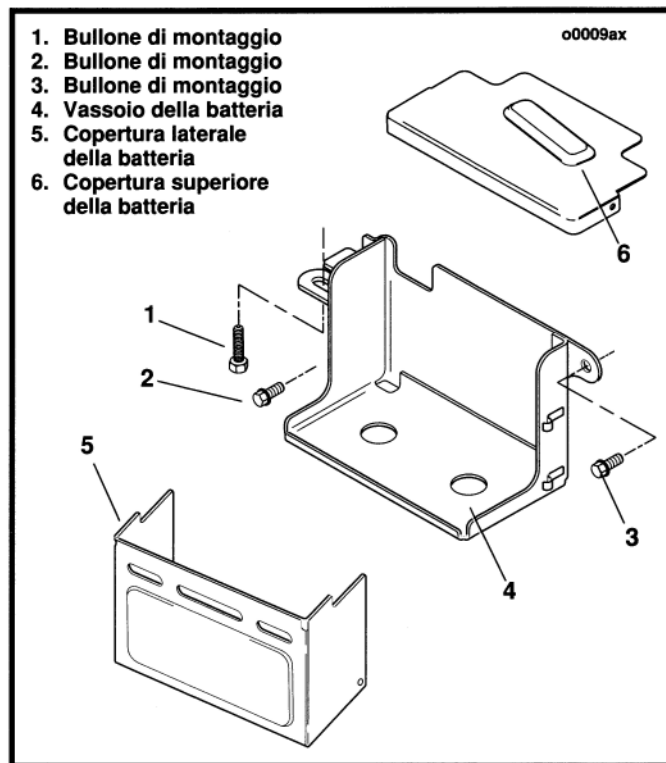

Figura 52. Hardware del vassoio della batteria e di montaggio Dyna Glide
Rimozione della batteria e della copertura Dyna Glide (Figura 52)
3. Vedere la figura 52. Allentare il bullone frontale (1).
4. Rimuovere il bullone inferiore posteriore (3).
Installazione della batteria e della copertura (Figura 52)